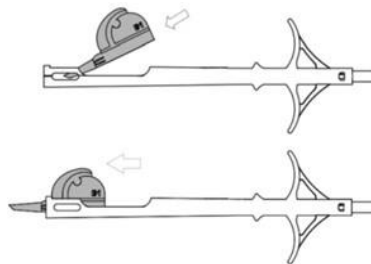

Fig. 2
10. Innestare la cartuccia chiusa nel vano di caricamento del corpo iniettore come indicato in Fig. 2.